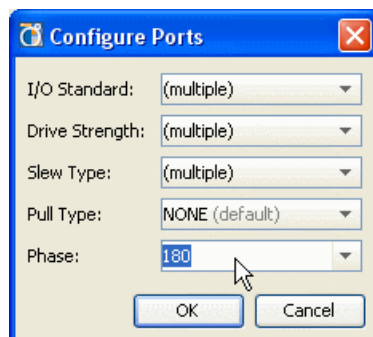

図 8-33 : [Configure Ports] ダイアログ ボックス
2. [I/O Ports]、[Package Pins]、または [SSN Results] ビューで、選択したポートを右クリックして [Configure I/O Ports] をクリックします (図 8-33)。